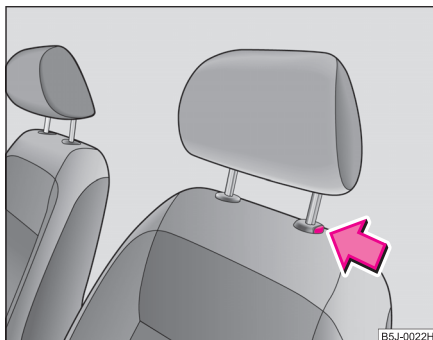

Fig. 48 Scoaterea tetierei
- Dacă doriți să împingeți tetiera în jos, trebuie să apăsați tasta de siguranță ⇒ **fig. 48** și cu cealaltă mână să apăsați tetiera în jos.
- Apăsați tasta de siguranță în sensul săgeții ⇒ **fig. 48** și scoateți tetiera.